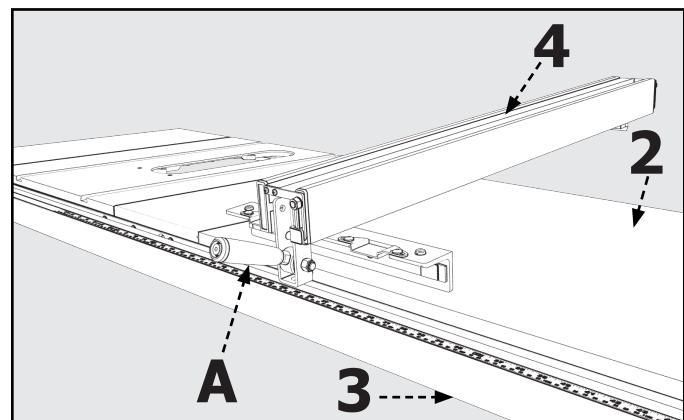

FIGURA 11
- Coloque el carril de tope (4) en el tubo guía (3) y levante la palanca de sujeción (A).
- Guíe el carril de tope en el carril guía trasero (2), como se muestra en la **Figura 11** y, con cuidado, empújela en el tubo guía (3).